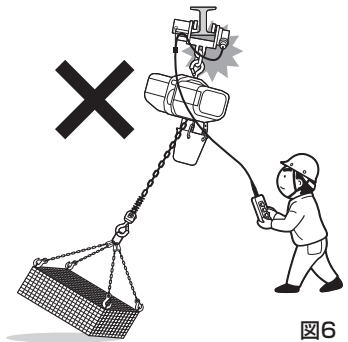

図6
- (1)製品に取り付けられた、警告および注意表示の銘板やラベルを外したり、不鮮明なまま使用しないでください。
- (2)荷をつたまま運転位置を離れないでください。
- (3)つり上げた荷を長時間放置しないでください。
- (4)つり荷をほかの構造物や配線などに引っかけないでください。
- (5)フックに荷を掛けるときは、必ずフック中心の正しい位置に掛けるように使用してください。
- (6)斜め引きをしないでください。(図6)